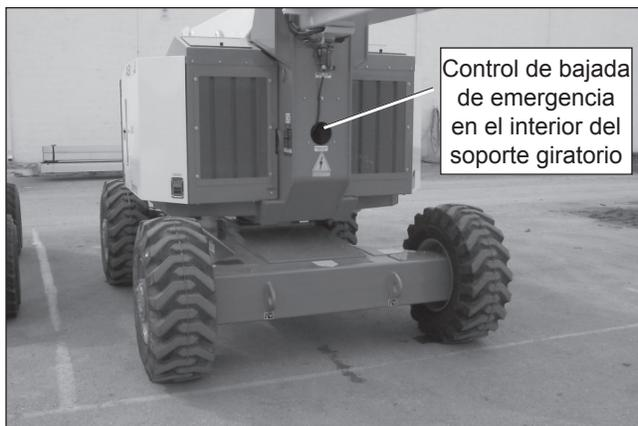

Figura 5 - Control de bajada de emergencia del brazo elevador
1. Gire lentamente el control (consulte la Figura 5) para abrir la válvula de purgado. Controle la velocidad de descenso girando el control.